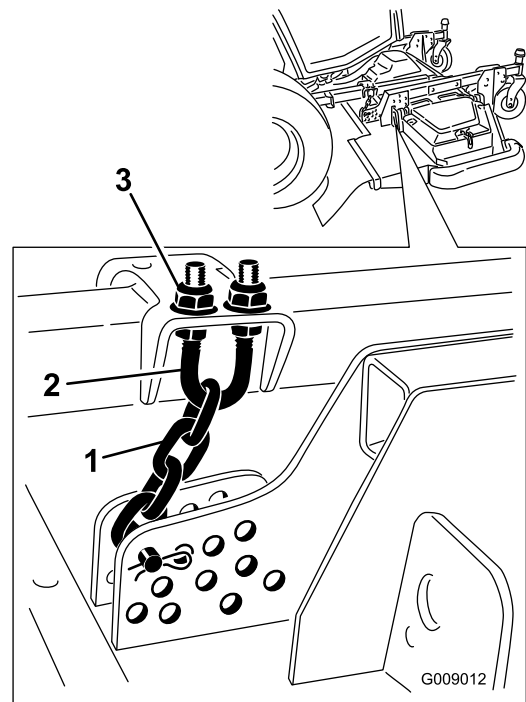

Figura 106
5. Allentate i controdadi sulla parte superiore o inferiore del bullone a U della catena dell'altezza di taglio (Figura 106).